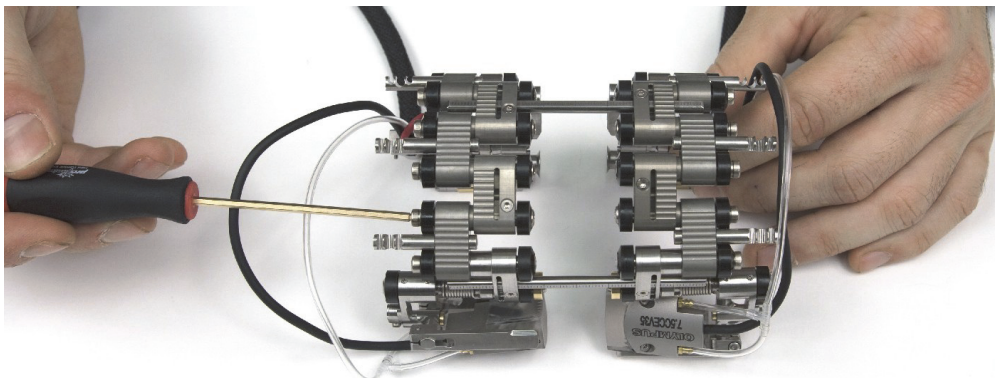

Figura 2-19 Solte as conexões
2. Solte os parafusos das conexões fêmea um a um e, se aplicável, as meias-conexões e as conexões médias (veja Figura 2-19 na página 48).